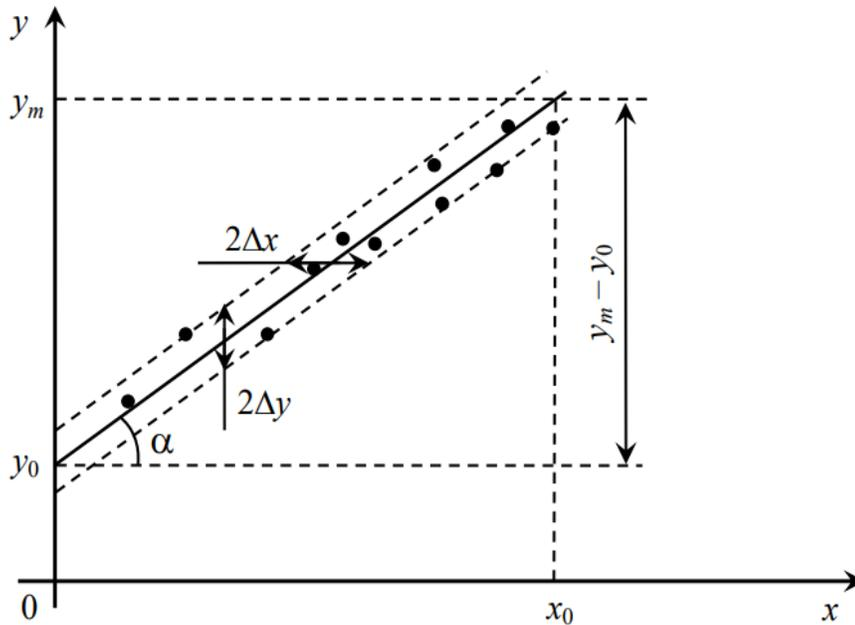

Рис. 4
2) провести оптимальную прямую через эти точки, таким образом, что бы количество экспериментальных точек, расположенных выше и ниже оптимальной прямой, было примерно равным (см. рис. 4);
удаленные от оптимальной прямой точки (на рис. 4 – штриховые линии);
Абсолютные погрешности Δy и Δx определяются из графика, как показано на рис. 4, по соответствующим расстояниям между вспомогательными штриховыми линиями.